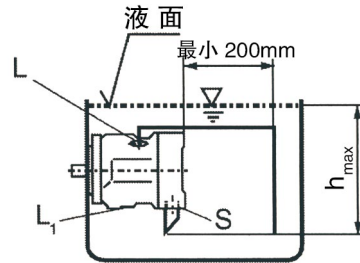

图 3
a) 当油箱的最低液面在泵顶端之上时，把泄油口“L₁”堵住，泄油口“L”、进油口“S”配管参见图 3。